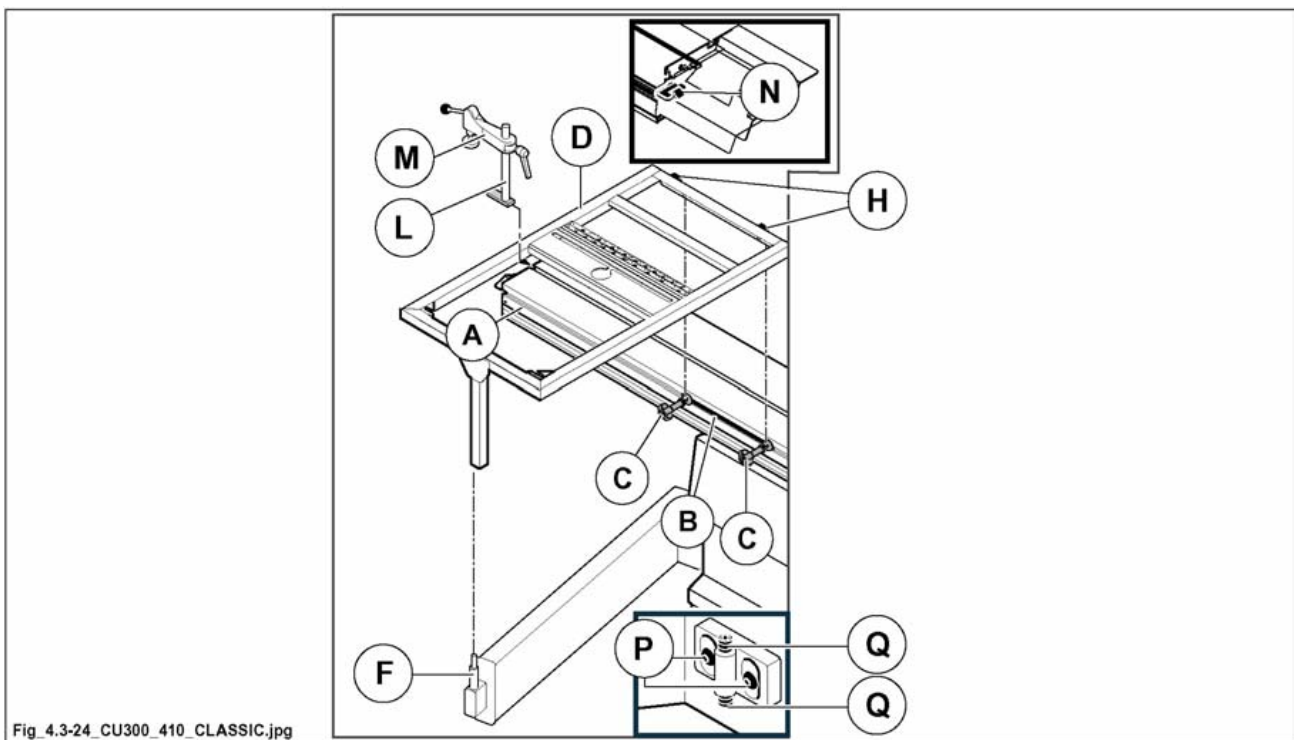

Abb. 4.3-24
die Schraube (F Abb. 4.3-24) muss perfekt dem entsprechenden Sitz unter dem Rahmen (D Abb. 4.3-24) sitzen.
- 3) Mithilfe eines Lineals den Tisch (D, Abb. 4.3-24) nivellieren; hierzu bei Bedarf am Stift (F, Abb. 4.3-24) eingreifen.
- 4) Die Kugelgriffe (C Abb. 4.3-24) anziehen.
- 5) Die Säule (L, Abb. 4.3-24) mit der Druckscheibe (M, Abb. 4.3-24) in den Schlitz des Wagens (A, Abb. 4.3-24) einsetzen; die Säule in einer bequemen Position entlang des Wagens positionieren und im Uhrzeigersinn drehen, um sie zu arretieren.
- 6) Den Wagen (A, Abb. 4.3-24) anhand des Hebels (N, Abb. 4.3-24) blockieren, wenn er nicht verwendet wird.
- lockern Sie die Drehknöpfe (C Abb. 4.3.24);
- lockern Sie die Schrauben (P Abb. 4.3.24) und betätigen Sie die Madenschrauben (Q Abb. 4.3.24), um die Höhe einzustellen.
- **Die Schrauben (P, Abb. 4.3-24) und die Kugelgriffe (C, Abb. 4.3-24) wieder festziehen.**
- 1) Das Teleskoplineal auf den Tisch (A, Abb. 4.3-24-2) legen, indem man den Drehpunkt (C, Abb. 4.3-24-2) in das Loch (R, Abb. 4.3-24-2) einsetzt, nachdem man den Knauf (U, Abb. 4.3-24-2) in der Nähe des Endteils des Lineals aufgedreht hat.